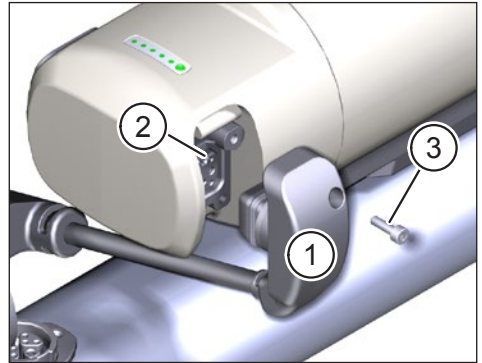

Fig. 7: Bevestig de verbindingkabel aan de Range Extender
- ▶ Sluit de stekker (Pos. 1 in Fig. 7) van de verbindingkabel aan op de aansluiting (Pos. 2 in Fig. 7) in de Range Extender.
- ▶ Bevestig de connector aan de Range Extender met de M3 × 8 dopschroef die bij de kabel is geleverd (Pos. 3 in Fig. 7) met een draaimoment van 1 Nm. Gebruik nooit een langere schroef. Anders bestaat het risico dat de elektronica in de range extender wordt beschadigd.